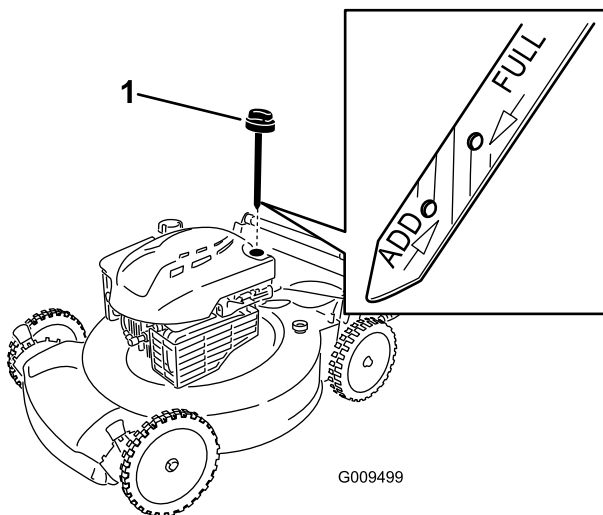

Figura 11
2. Retire la varilla (Figura 11).
5. Retire la varilla y compruebe el nivel de aceite en la varilla; consulte Figura 11.